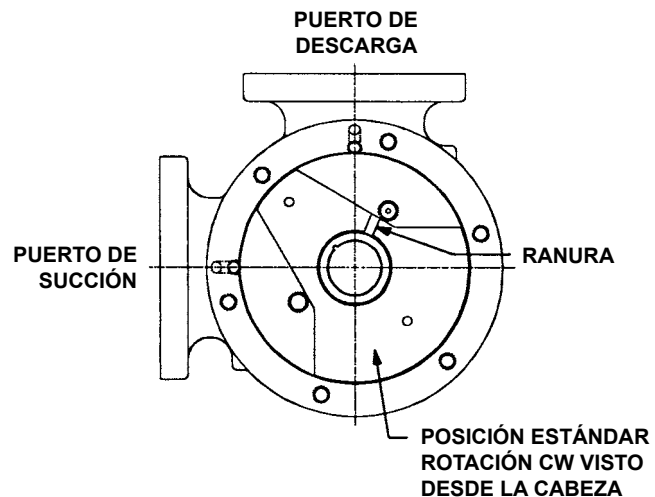

FIGURA 15
2. Si se ha separado la carcaza del soporte, compruebe la junta plana y substituya si es necesario. Instale la carcaza en el piloto del soporte con la misma orientación que antes. Las bombas de esta serie no permite la rotación de la carcaza para alternar las configuraciones de los puertos – para modificar la disposición de los puertos, consulte “Rotación de la bomba” en página 11. Fije la carcaza con (8) tornillos.
3. Coloque la placa de compensación (si no está unida al soporte) en el agujero de la carcaza (en las series 825 este paso puede no ser necesario). Asegúrese de que la placa de compensación quede en la misma posición que antes. Ver la posición normal de la placa en la **Figura 15**.